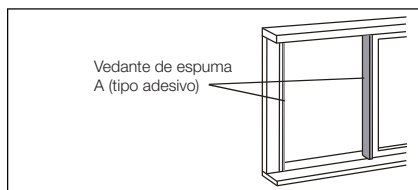

Fig. 18
1. Corte os vedantes de espuma (tipo adesivo) com os comprimentos adequados e fixe-os na moldura da janela. Observe a Fig. 18.